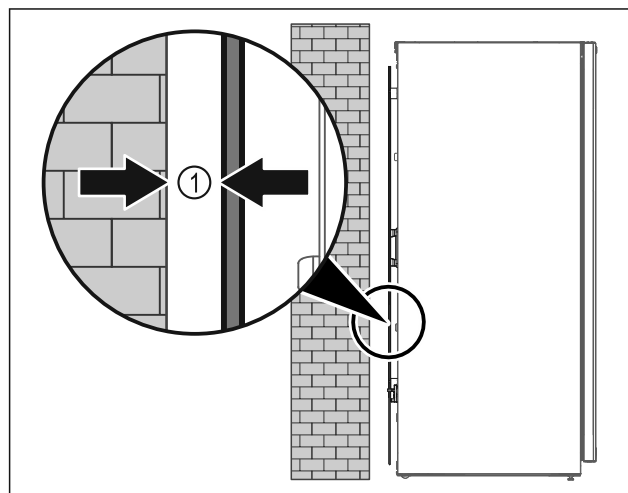

Fig. 9
- Zariadenie inštalujte voľne v priestore alebo priamo na stenu v minimálnej vzdialenosti 5 mm Fig. 9 (1).